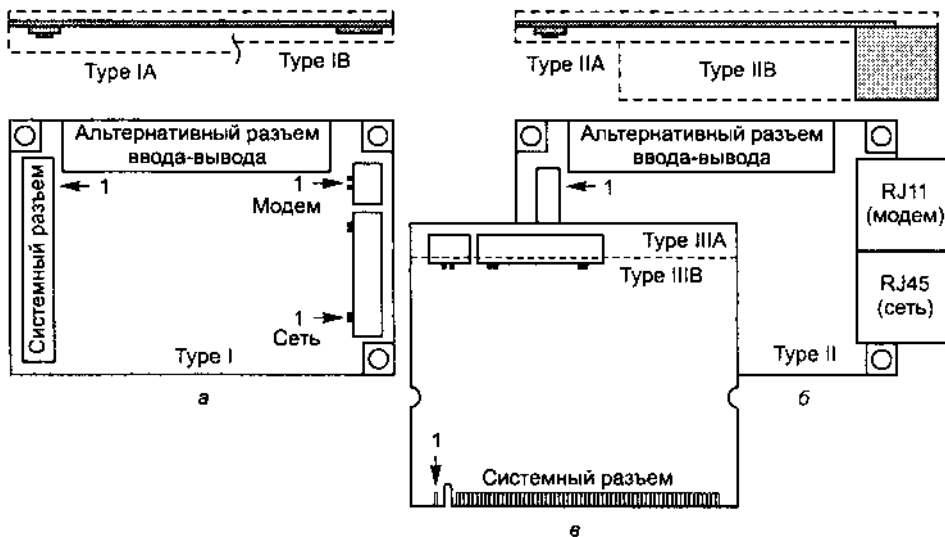

Рис. 14.11. Карты Mini PCI: а — Type I, б — Type II, в — Type I
- ♦ *Type IA* и *Type IB* (рис. 14.11, а) — для карт, устанавливаемых не у края корпуса компьютера. Системный разъем — штырьковый двухрядный стековый (штырьки контактов перпендикулярны плоскости платы), карты *Type IB* отличается меньшей допустимой высотой компонентов.
- ♦ *Type IA* и *Type IB* (рис. 14.11, б) — для карт, устанавливаемых у края корпуса компьютера. Для подключения телефона и локальной сети предусмотрена установка гнезд RJ-11 и RJ-45 в экранированных корпусах. На карте *Type IA* компоненты могут иметь большую высоту (до 13,5 мм) на большей части платы; на картах *Type IB* такая высота допустима только для самих гнезд.
- ♦ *Type IIIA* и *Type IIIB* (рис. 14.11, в) — для карт, устанавливаемых не у края корпуса компьютера. Здесь применен иной системный разъем — двухсторонний печатный с шагом контактов 0,8 мм.